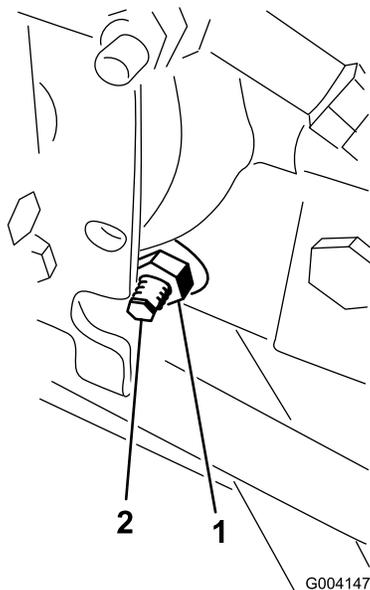

Рисунок 62
3. С правой стороны гидростата ослабьте контргайку кулачка регулировки тяги (**Рисунок 62**).